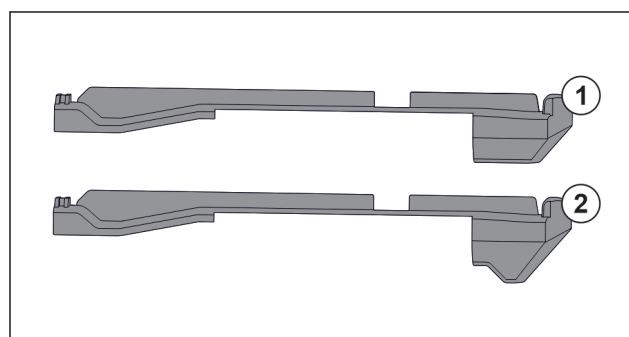

Fig. 125 Vergelijking van de insteekelementen
In het apparaat bevinden zich twee verschillende insteekelementen. Het insteekelement boven de onderste lade Fig. 125 (2) heeft een driehoekige rand. Alle overige insteekelementen Fig. 125 (1) hebben een rechte rand.
- Insteekelement Fig. 125 (2) met de driehoekige rand boven de onderste lade aanbrengen.
- Insteekelement Fig. 125 (1) met rechte rand op alle overige plekken aanbrengen.